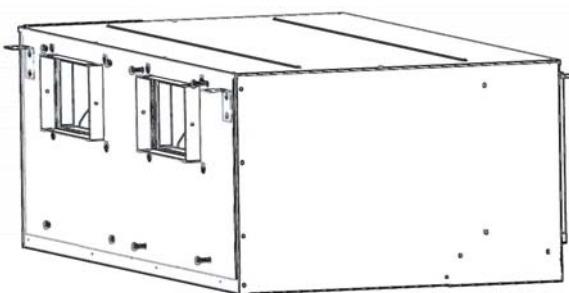

Рисунок 9-3
- 4) Выверните 4 винта М8 из передней панели кондиционера. (Рисунок 9-3)